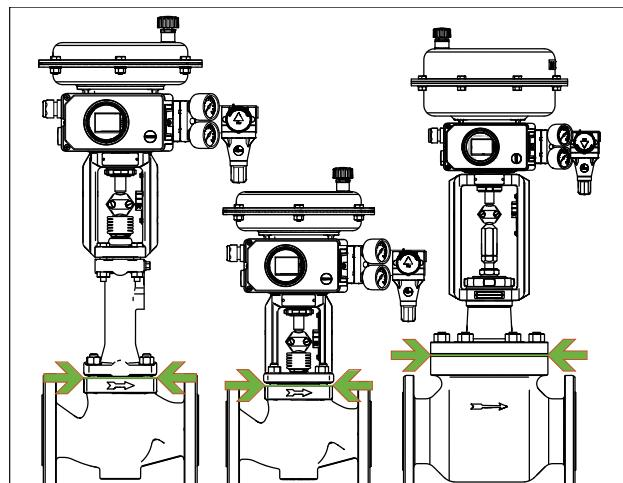

Fig. 12: Límites del aislamiento de válvulas lineales (ejemplo)
- ⇒ Las válvulas lineales solo se pueden aislar hasta la brida tapa del cuerpo, ver Fig. 12. Esto también aplica a las ejecuciones con fuelle o pieza de aislamiento para temperaturas del fluido inferiores a 0 °C (32 °F) o superiores a 220 °C (428 °F). Si también se aísla la pieza de aislamiento, ésta pierde su función!